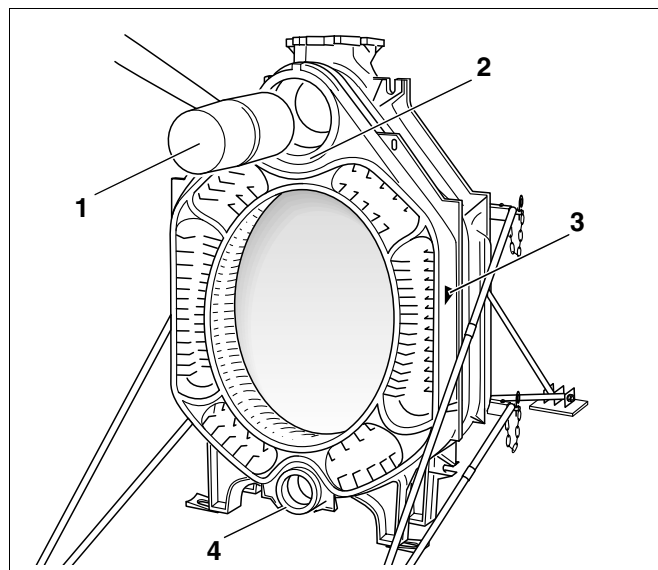

Fig. 15 Engagement de l'élément intermédiaire
- Placer le premier élément intermédiaire avec les moyeux supérieur et inférieur (fig. 15, **pos. 2 et 4**) contre les nipples de l'élément arrière, la flèche indiquant le sens du montage (fig. 15, **pos. 3**) devant être orientée vers l'arrière.
- Frapper sur le premier élément intermédiaire à l'aide d'un maillet en bois ou en caoutchouc (fig. 15, **pos. 1**). Avant d'engager les nipples dans l'élément intermédiaire suivant, il faut d'abord serrer les éléments précédents à l'aide de l'outillage de serrage.